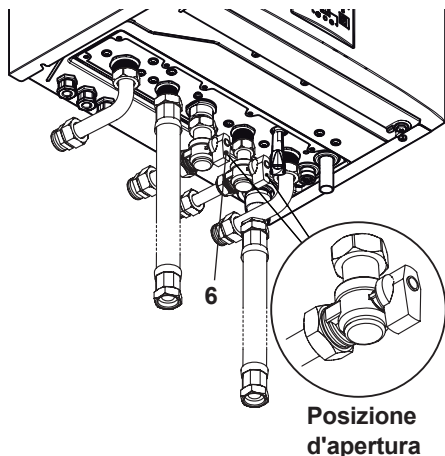

Figura 6.1
- Aprire il rubinetto del contatore gas e quello della caldaia 6 in Figura 6.1.